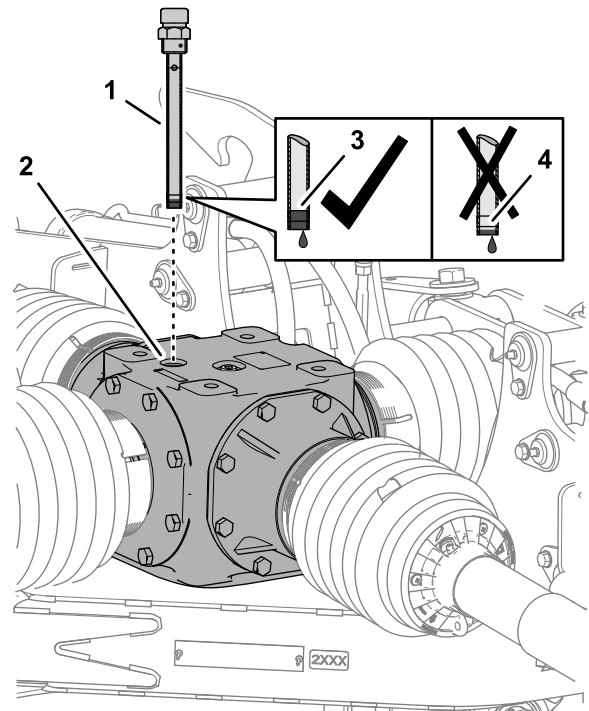
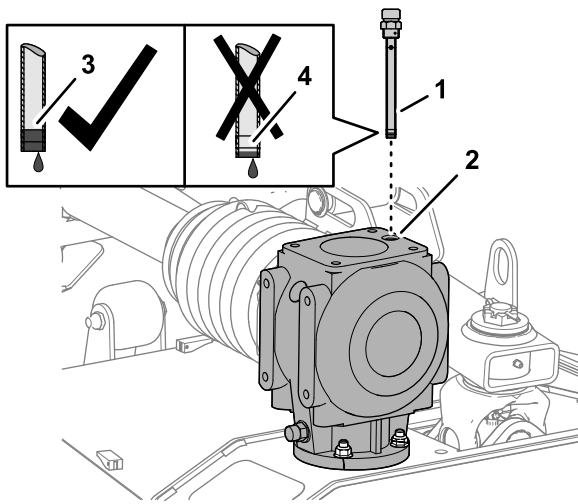

Bild 51
Bild 52
1. Entfernen Sie den Peilstab von der Peilstaböffnung an der Oberseite des mittleren Getriebes (Bild 51 oder Bild 52).
- Überprüfen Sie den auf dem Peilstab angezeigten Füllstand (Bild 51 oder Bild 52). Der Füllstand sollte sich zwischen den beiden Markierungen am Peilstab befinden.
- Führen Sie den Peilstab in die Einfüllöffnung ein und schrauben Sie den Peilstab (Bild 51 oder Bild 52) fest.